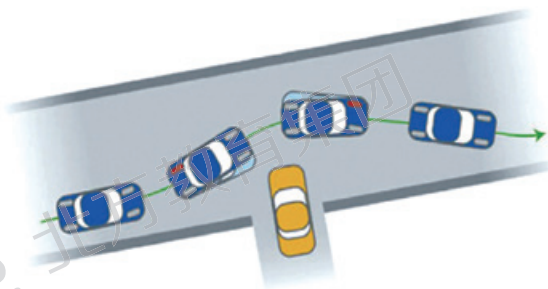

图 1 突发事件下 ESP 的工作示意图
1) 当车辆行驶中出现险情，车辆或行人突然闯入路中，ESP 系统能够帮助驾驶者避免车辆出现不稳定状态 (如图 1 所示)。